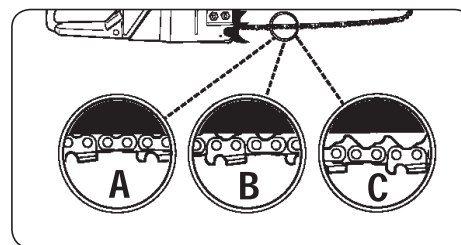

Fig. 4A
Si la chaîne est trop détendue ou trop tendue, le pignon d'entraînement, le guide-chaîne, la chaîne elle-même et le vilebrequin seront usés beaucoup plus vite. La (Fig. 4A) décrit la bonne façon de tendre une chaîne froide (A), chaude (B), ainsi qu'une chaîne dont la tension doit être réglée (C).